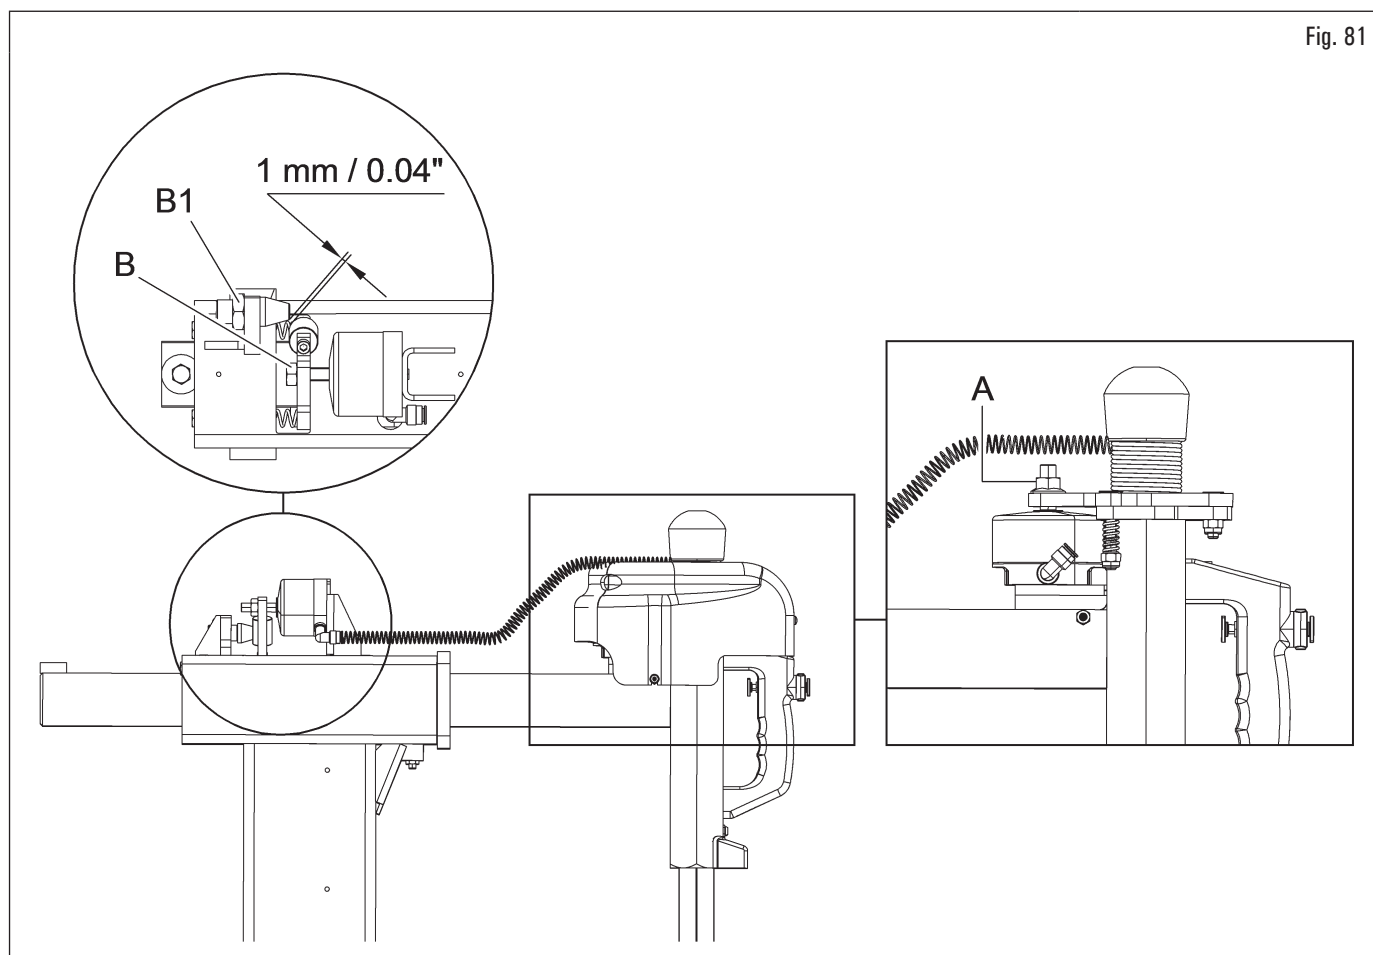

Fig. 81
- Registrazione corsa (Fig. 81).
La regolazione dello strangolo orizzontale va effettuata agendo sul dado B con il cilindro pneumatico scarico (dopo avere rimosso il carter superiore e dopo avere serrato il dado B1 per bloccare il cono in posizione fissa rispetto al rullino – vedi Fig. 81):